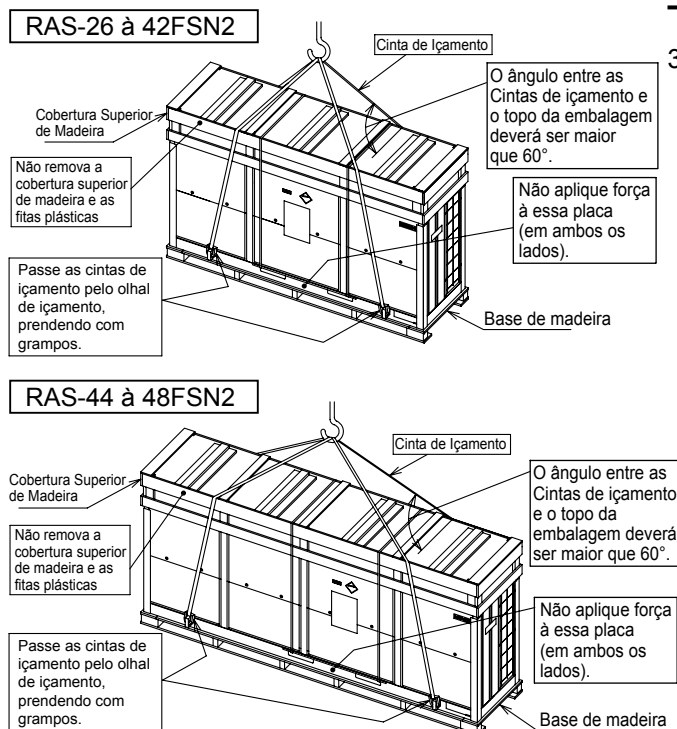

Fig 3.2 - Preparação para Transporte
(1) Não remova os acessórios da embalagem.
(2) Método de Içamento
Levante a unidade ainda na embalagem, utilizando quatro (4) cintas de içamento. Passe as cintas de içamento pelo olhal de içamento, prendendo com grampos. Aplique talas ou papelão corrugado, conforme indicado na Fig. 3.2